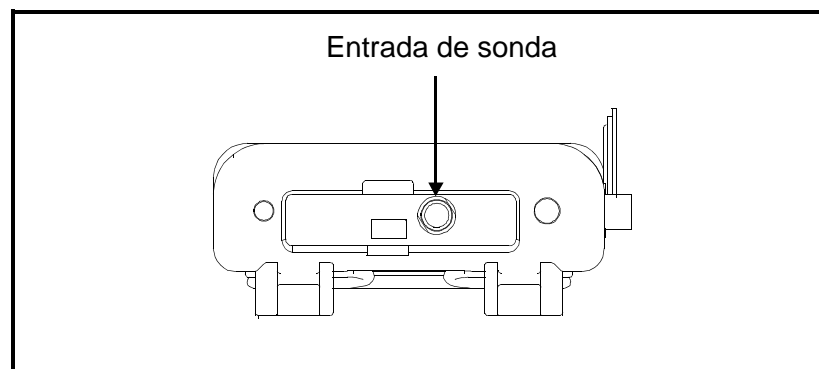

Figura 2-3: Ubicaciones de conexión
3. Conecte el otro extremo del cable de la sonda en la parte superior de la unidad alineando el punto rojo del conector del cable en la posición de las 12 horas. Consulte la Figura 2-3 a continuación para ver la ubicación del conector.